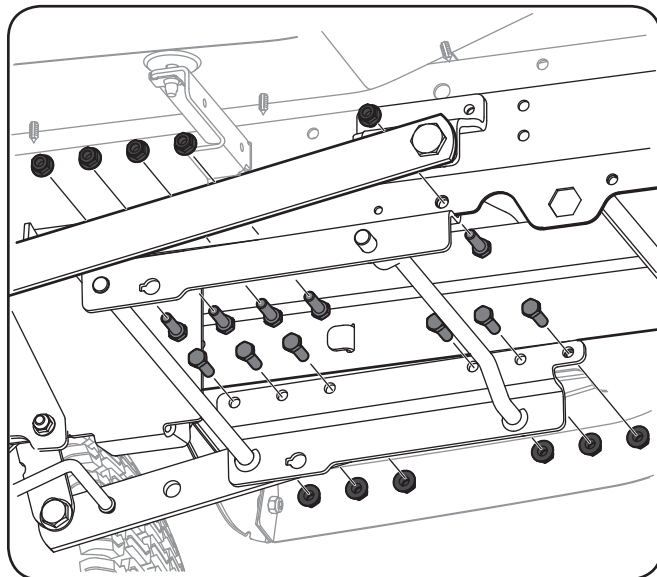

Figure 3-5
5. Enlevez le gabarit et fixez les supports au châssis avec 11 vis hexagonales (cinq sur le côté droit et six sur le côté gauche) et les écrous autobloquants à bride. Voir Figure 3-5.